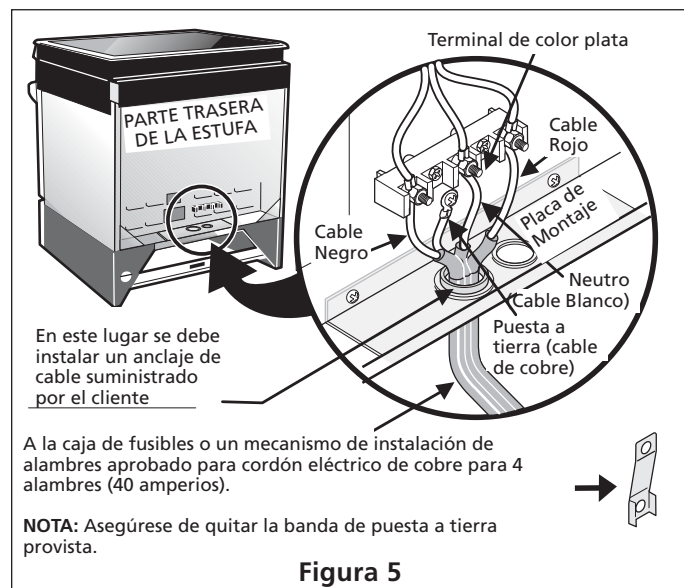

Figura 5
- C. Conecte el alambre de puesta a tierra (verde) del cordón eléctrico de cobre al marco del artefacto con el tornillo de puesta a tierra, usando el agujero en el marco donde se quitó el tornillo de puesta a tierra (vea figura 5).